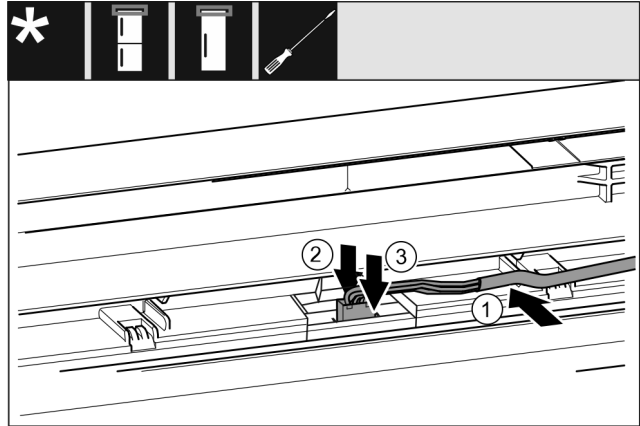

Fig. 58 Réfrigérateurs-congérateurs / congérateurs / réfrigérateurs
- Insérer le câble Fig. 58 (1) dans le guide de la porte supérieure.
- Pousser l'ergot Fig. 58 (2) vers l'arrière.
- Enclencher le connecteur Fig. 58 (3).